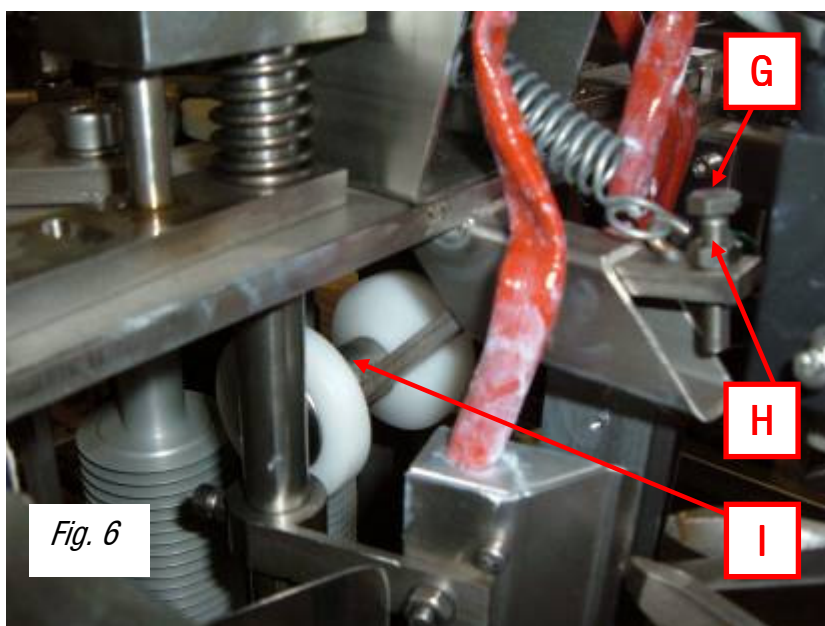

Fig. 6
3.4 ROULEAU PRESSEUR (fig. 6 – page 28)